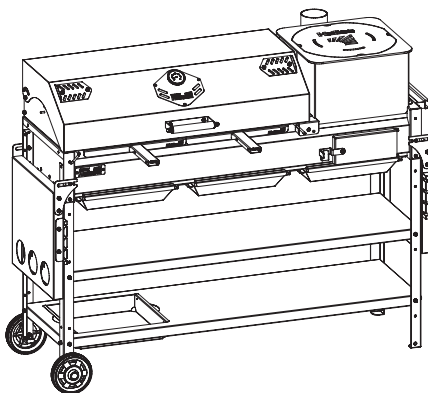

Рис. 46.
*При транспортировке мангала в собранном виде необходимо воспользоваться ручкой для передвижения мангала. Для более компактного хранения мангала рекомендуется сложить столик: приподнимете его до освобождения кронштейна из зафиксированного положения и затем плавно опустите, как показано на рис. 46.